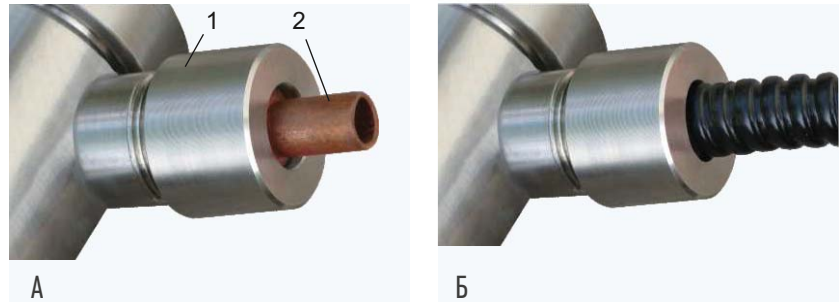

Рис. 3. Устройство крепления бронированного кабеля УКБК-15 для кабельного ввода "D12":
2) Устройство крепления бронированного кабеля “УКБК15” (рис. 3) для кабельного ввода D12. Устройство состоит из резьбовой конусной втулки 1 (которая устанавливается взамен втулки 3 по рис. 1А), конусной втулки 2 и резьбовой втулки 3. Фиксация брони кабеля осуществляется между втулками 1 и 2 при наворачивании втулки 3 по резьбе M24 на корпус кабельного ввода. Диаметр по броне - до 15 мм.